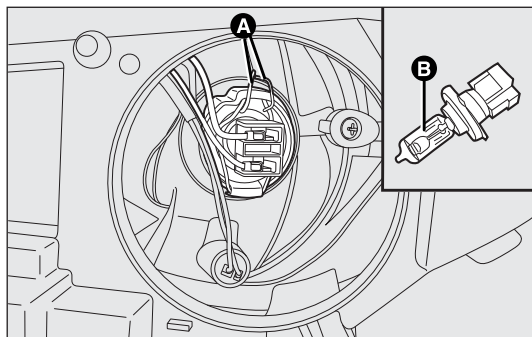

рис. 152
- расцепите удерживающие лампу фиксаторы А-рис. 152;
- выньте из разъема и замените лампу В - рис. 152;